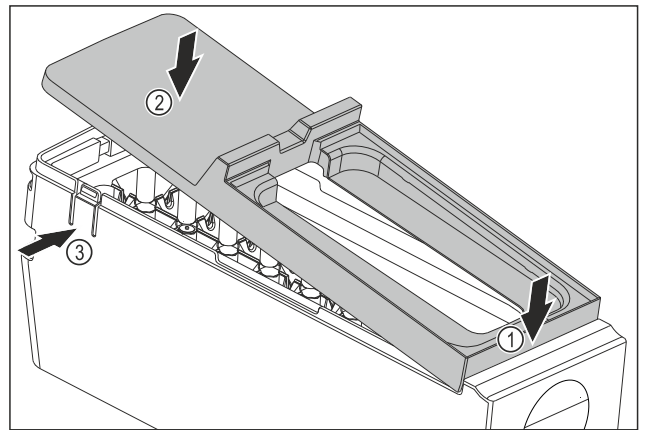

Fig. 133
- ▶ Montar la cubierta del EasyTwist-Ice: Colocar la cubierta por delante. Fig. 133 (1)
- ▶ Bajar la cubierta por detrás. Fig. 133 (2)
- ▷ La cubierta encaja en ambas lengüetas Fig. 133 (3) de forma audible.